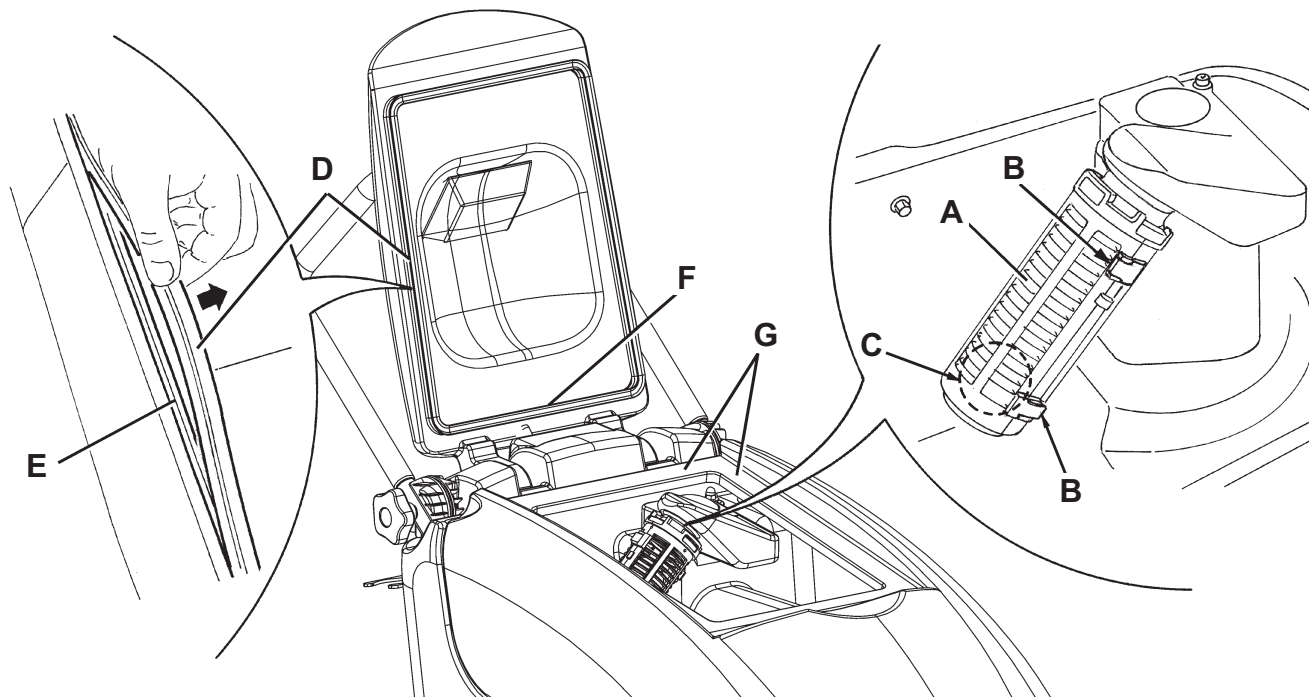

Figure 7
3. Ouvrir le couvercle (6), nettoyer et laver à l'eau propre le couvercle, les réservoirs (31 et 32) et la grille d'aspiration (46). Vider l'eau des réservoirs à l'aide du tuyau de vidange (16) et de la soupape (18).
4. Si besoin est, dégager les dispositifs de retenue (B, Fig. 7), ouvrir la grille (A), récupérer le flotteur (C) et nettoyer soigneusement; enfin reposer en place.
5. Contrôler l'intégrité du joint d'étanchéité (D) du couvercle du réservoir de l'eau de récupération.